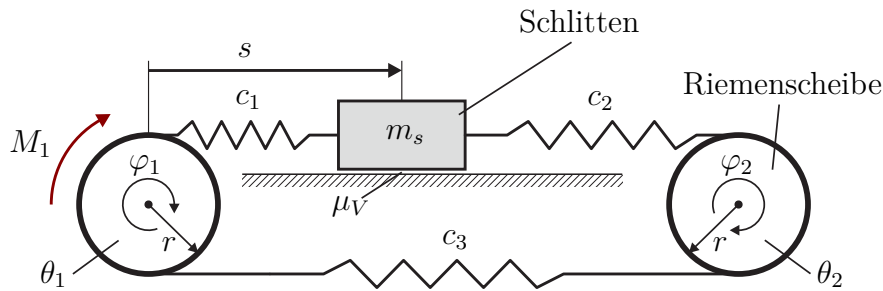
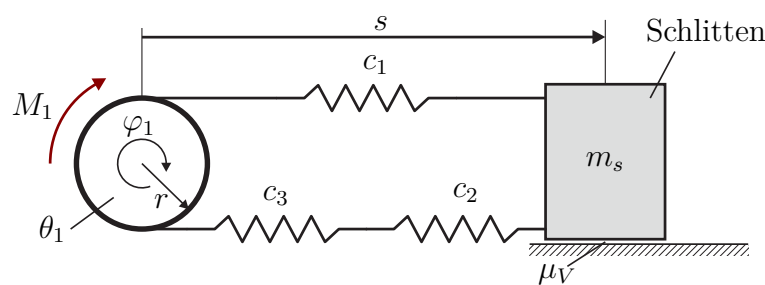

Abbildung 4: Schema des Zahnriemenantriebs.
Abbildung 5: Schema des Zwei-Massen-Schwingers.
3. Gegeben ist der in Abbildung 4 dargestellte Zahnriemenantrieb. Der Schlitten mit der Masse  $m_s$  ist über einen Zahnriemen mit den beiden Riemenscheiben verbunden. Die Riemenscheibe 1 wird über einen Motor mit dem Moment  $M_1$  angetrieben. Die Trägheitsmomente bzw. die Drehwinkel der Riemenscheiben sind mit  $\theta_i$  und  $\varphi_i$ ,  $i \in \{1, 2\}$  bezeichnet. Der Radius der beiden Riemenscheiben ist  $r$ . Das elastische Verhalten des Zahnriemens wird mit Hilfe der drei Federelemente  $c_1$ ,  $c_2$  und  $c_3$  berücksichtigt. Die Position des Schlittens ist mit  $s$  bezeichnet. Die Reibung zwischen Schlitten und Schlittenführung wird als viskose Reibung mit dem Reibkoeffizienten  $\mu_V$  charakterisiert. 9 P.
Unter der Annahme von  $\theta_1 \gg \theta_2$  kann der Zahnriemenantrieb aus Abbildung 4 näherungsweise als Zwei-Massen-Schwinger betrachtet werden, siehe Abbildung 5.
- Stellen Sie die Bewegungsgleichungen für das vereinfachte System aus Abbildung 5 auf. 2 P.